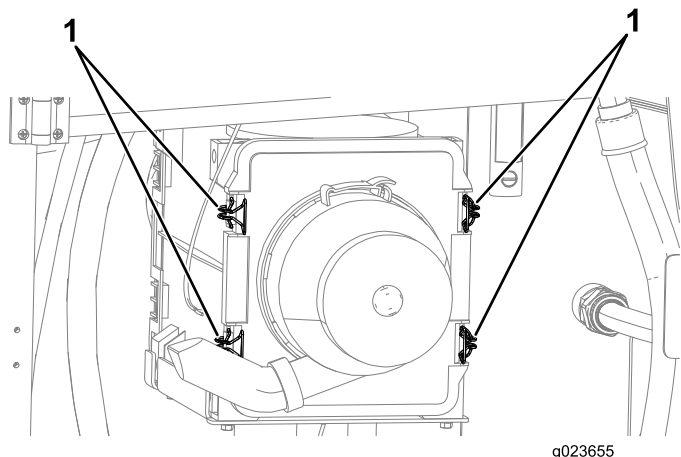

Рисунок 85
5. Потяните 4 защелки крышки воздухоочистителя наружу (Рисунок 85).
4. Установите крышку воздухоочистителя внутрь до полной посадки и зафиксируйте ее защелками (Рисунок 85).